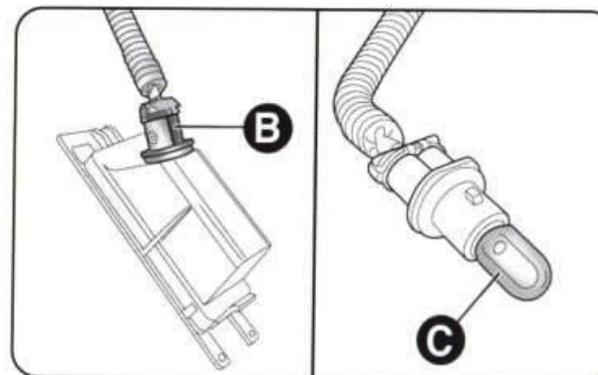

рис. 30
- поверните патрон В (рис. 30) против часовой стрелки, извлеките из него лампу С и установите новую.